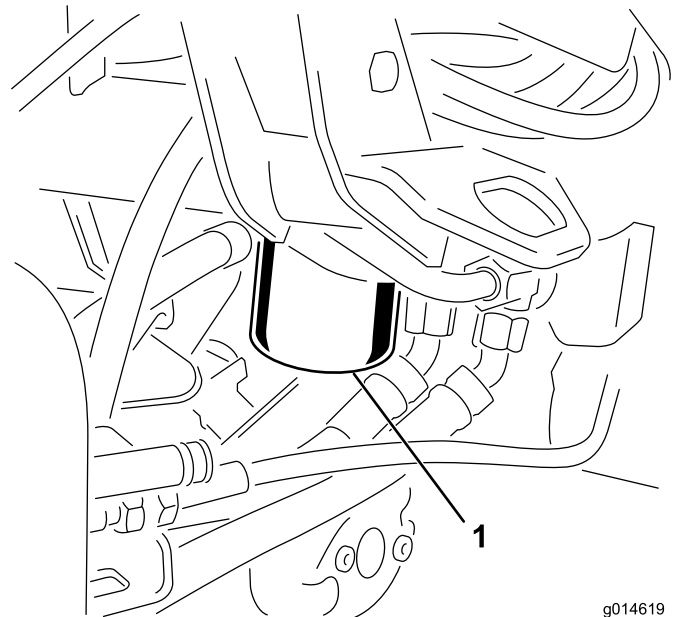

Bild 42
1. Reinigen Sie den Anbaubereich des Filters (**Bild 42**). Stellen Sie eine Auffangwanne unter den Filter und entfernen den Filter.